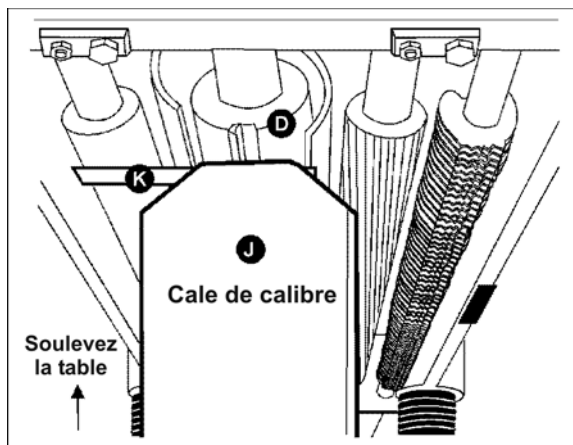

Figure 26
3. Placez la cale du calibre (J, Figure 26) sur la table directement en dessous de la tête de la découpeuse (D, Figure 26).
4. À l'aide d'un calibre d'épaisseur de 0.032" (0.81mm) (K, Figure 26) placé au dessus de la cale du calibre, soulevez la table de travail jusqu'à ce que le couteau touche le calibre d'épaisseur lorsque le couteau est à son point le plus bas. Ne déplacez pas la table de travail plus loin tant que le rouleau de sortie n'est pas réglé.